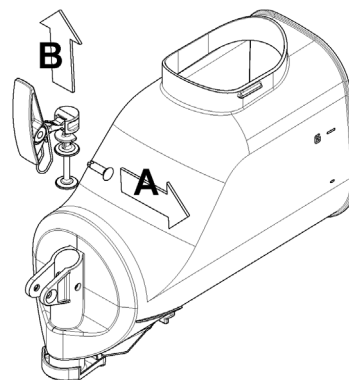

figura 11
**5** Smontare il rubinetto seguendo la sequenza indicata (vedere figura 11).